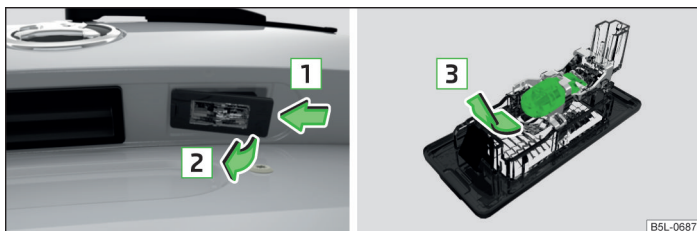

Fig. 201 Desmontar la luz de la matrícula / cambiar la bombilla
- Empuje la lámpara en la dirección de la flecha **1** » fig. 201.